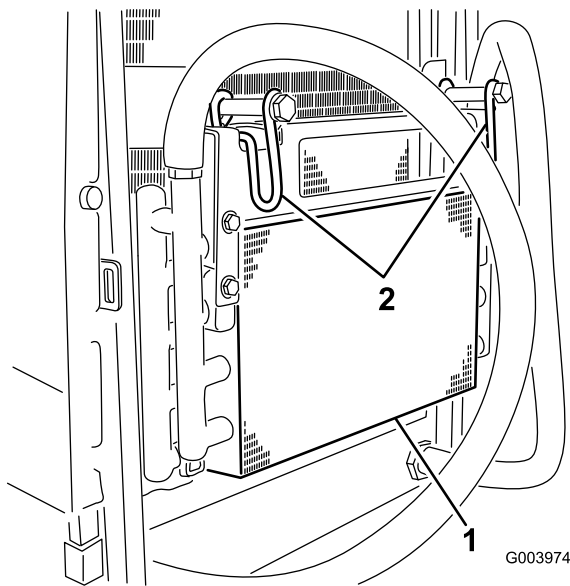

図 60
5. オイルクーラのラッチを内側に倒してオイルクーラを外す 図 60。